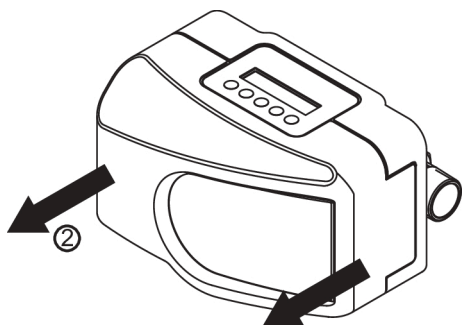

Abb. 7: Verkleidung nach vorne abnehmen
2. Verkleidung nach vorne abnehmen (siehe Abbildung 7).